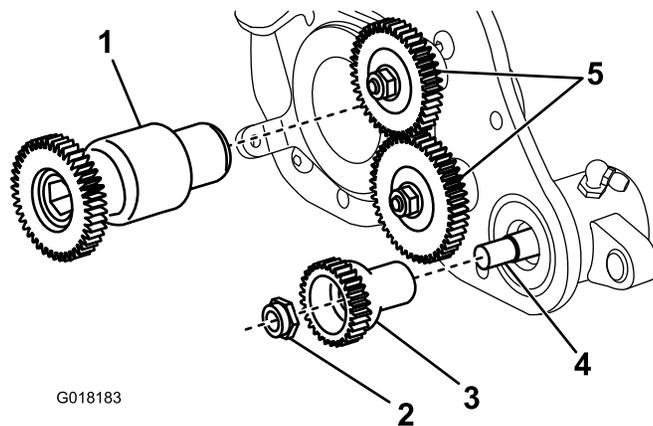

Figura 30
5. Retire a porca de bloqueio flangeada que fixa a engrenagem da transmissão à extremidade do eixo do rastelo (Figura 30). Retire a engrenagem.
6. Remova a engrenagem da transmissão do rastelo do eixo do rolo (Figura 30).